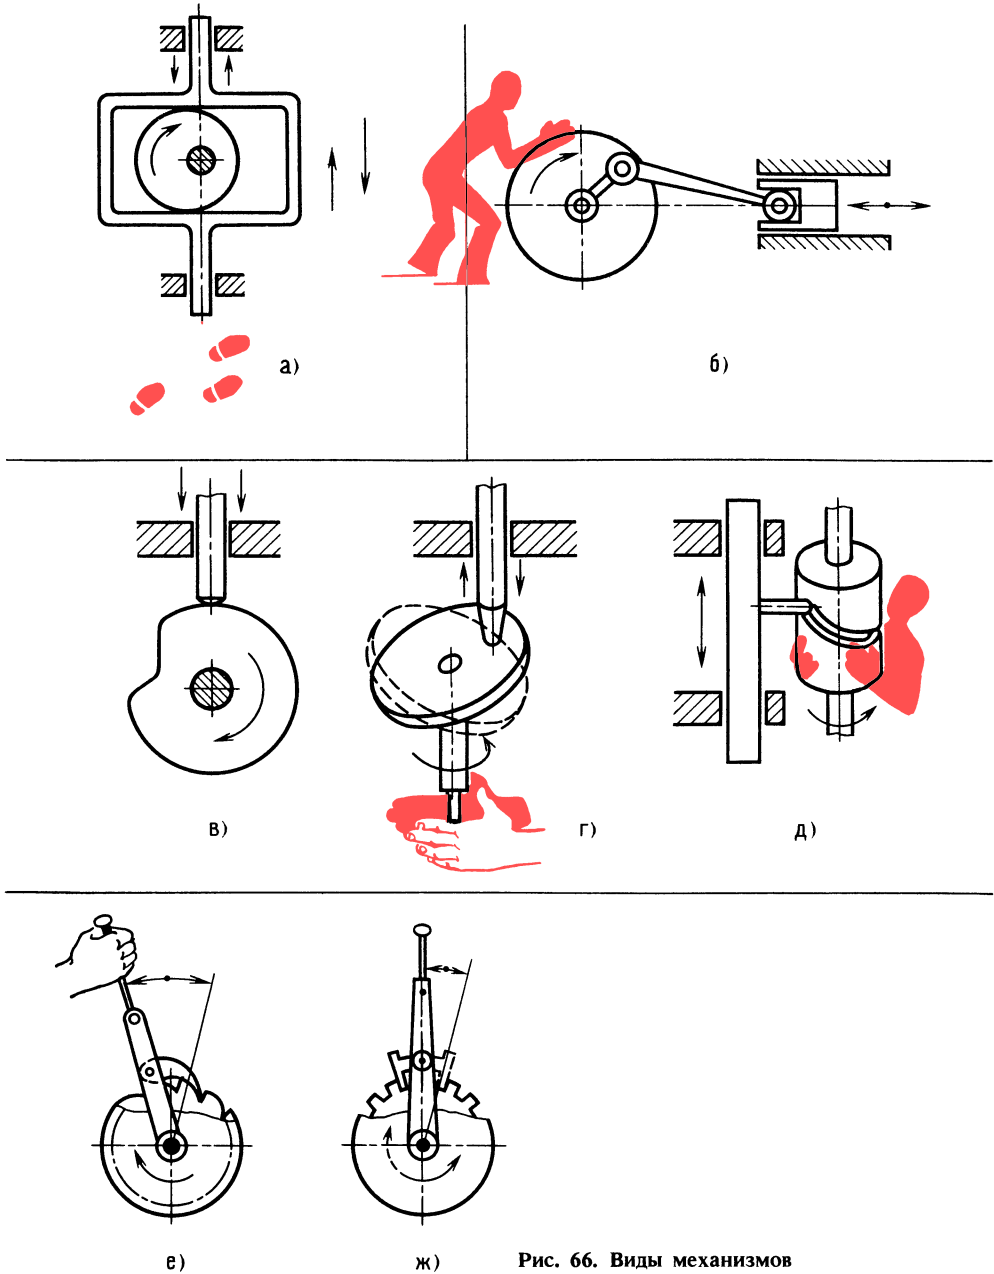

Рис. 66. Виды механизмов
На рис. 66, а — ж показаны различные механизмы.
98. Знакомясь с описанием механизмов, попытайтесь определить, какому описанию соответствует каждый из рисунков (см. рис. 66, а — ж). Итак...